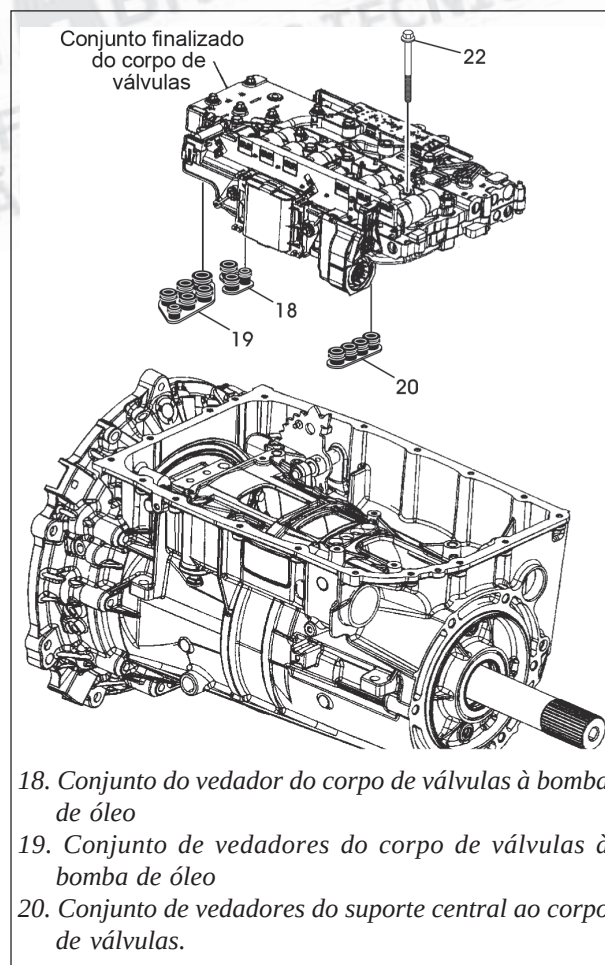
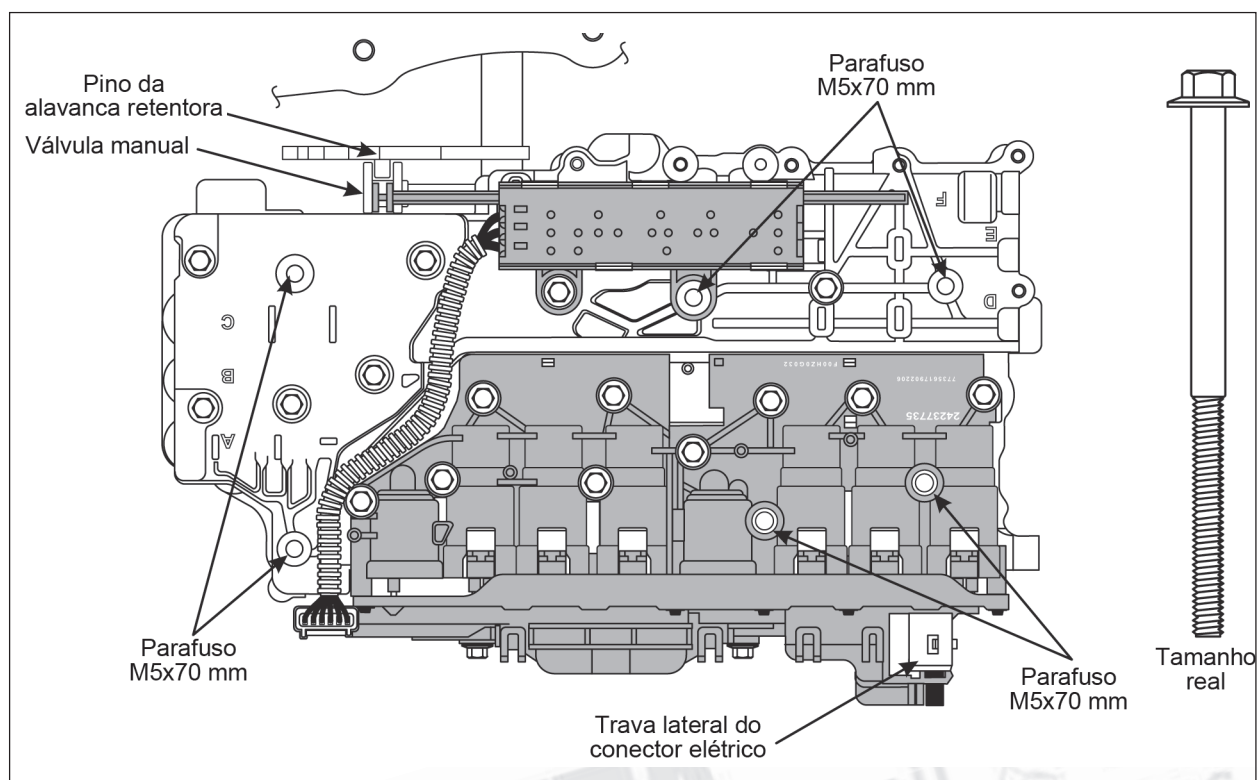

Figura 170
Figura 171
35. Gire a transmissão em seu dispositivo de fixação de maneira que a superfície do cárter esteja voltada para cima, conforme mostra a figura 170.
36. Lubrifique os três novos anéis de vedação do corpo de válvulas com um pouco de vaselina neutra e instale-os em suas posições nos alojamentos na parte inferior do corpo de válvulas (veja figura 170).
37. Instale o conjunto do corpo de válvulas pré montado na carcaça, conforme mostra a figura 170, certificando-se que a válvula manual esteja encaixada corretamente no pino da alavanca retentora, conforme mostrado na figura 171.
38. Instale os seis parafusos de fixação do corpo de válvulas de 70 mm nas posições mostradas na figura 171.